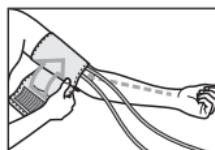

Рис. 4
2. Наденьте манжету на левую руку, при этом трубы манжеты должны быть направлены в сторону ладони (рис. 4). Если измерение на левой руке затруднено, то измерять можно на правой руке. В этом случае необходимо помнить, что показания могут отличаться на 5-10 мм рт. ст.
8. Расположите головку стетоскопа так, чтобы она находилась во впадине выше локтевого сгиба (рис. 4). Если Вы используете прибор со встроенным стетоскопом (для LD-60, LD-71A), то для лучшего прослушивания пульса на полной руке, можно повернуть манжету вокруг руки примерно на четверть окружности (60-90 градусов) так, чтобы головка стетоскопа расположилась на внутренней стороне руки (ближе к туловищу).